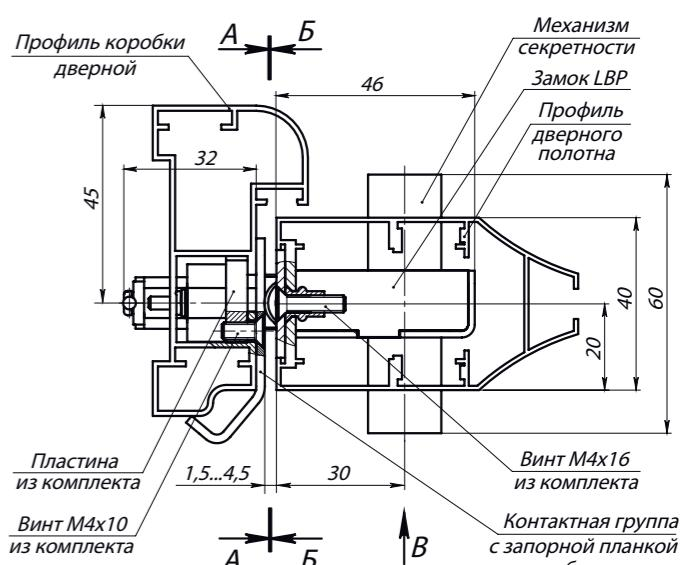

Рис. 2. Замок с контактной группой PERCo-BP1 в сборе (виды А, Б и В изображены на установочных шаблонах)
- профили дверного полотна T34, T53, T81, T85 и профиль дверной коробки Т72-14 (ООО «Петралюм»), или аналогичные им по своему сечению (см. рис. 2).
• Для запорной планки PERCo-BP1. В профиль дверной коробки установите две пластины из комплекта поставки и зафиксируйте их винтами M4x10 (см. рис. 2). Установите запорную планку (6) в сборе с контактной группой (7) в заранее подготовленный паз в профиле дверной коробки. Закрепите запорную планку двумя винтами M4x10 (9) из комплекта поставки.
• Для запорной планки PERCo-BP2. Установите запорную планку (6) в сборе с контактной группой (7) в заранее подготовленный паз в профиле дверной коробки. Подложите под точки крепления запорной планки стойки из комплекта, после чего закрепите ее на профиле дверной коробки двумя винтами M4x25 (9).